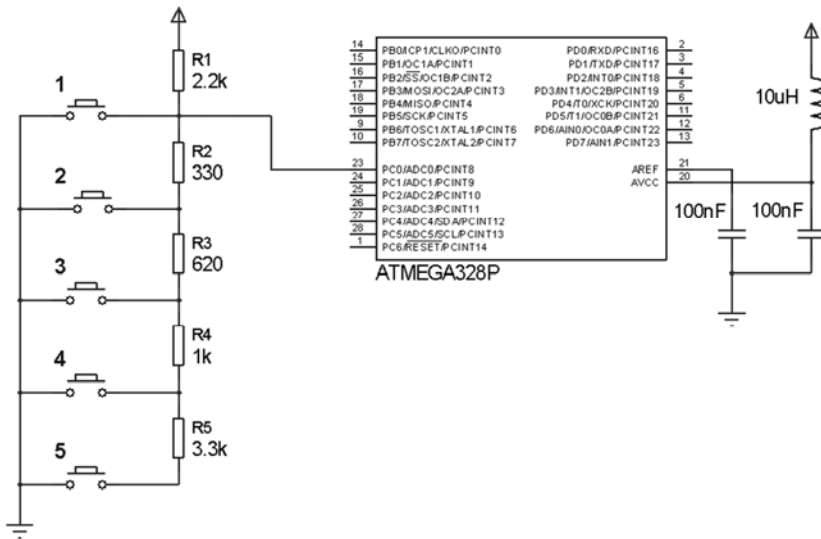

Fig. 19.6 – Leitura de 5 teclas com o ADC do ATmega328.
19.4 – Faça um programa para a leitura do teclado da fig. 19.6.